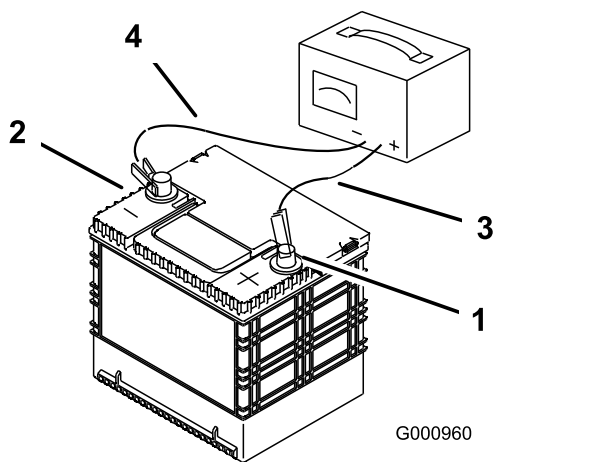

Figura 71
3. Quando la batteria è completamente carica, staccate il caricabatterie dalla presa elettrica e scollegate i cavi di ricarica dai poli della batteria (Figura 71).